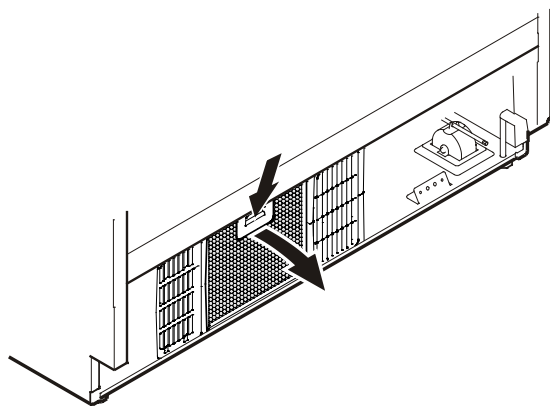

Figura 22
- Pressione para baixo a tecla localizada no filtro, vire o filtro para baixo e retire-o - **Figura 22**.